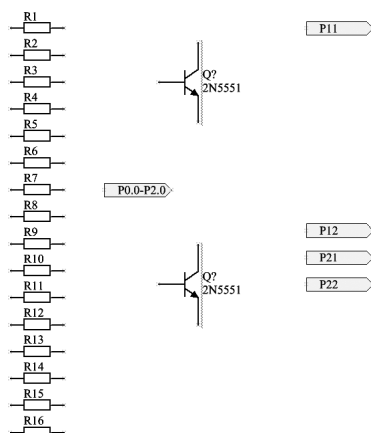

图 15-16 完成元件 2N5551 放置后的负载电路 1 子原理图
(1) 放置元件。该电路模块中用到的元件有 2N5551 和一些阻容元件。将通用元件库“Miscellaneous Devices. IntLib”中的阻容元件放到原理图中, 将“FSC Discrete BJT. IntLib”元件库中的 2N5551 放到原理图中, 如图 15-16 所示。